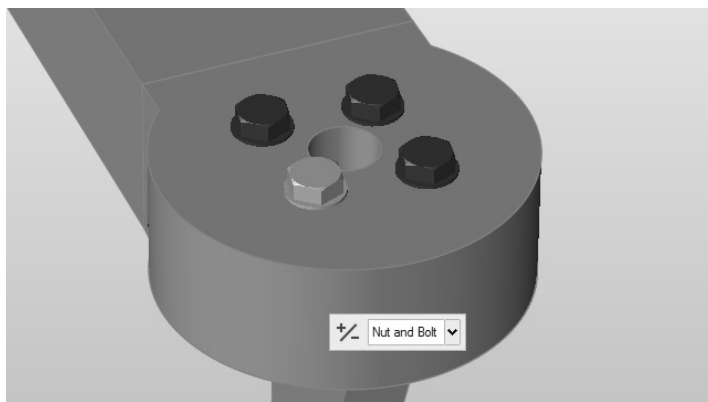

图 11-25
- 8) 选择螺栓连接工具并在外侧孔中另外创建 4 个螺栓, 如图 11-25 所示。